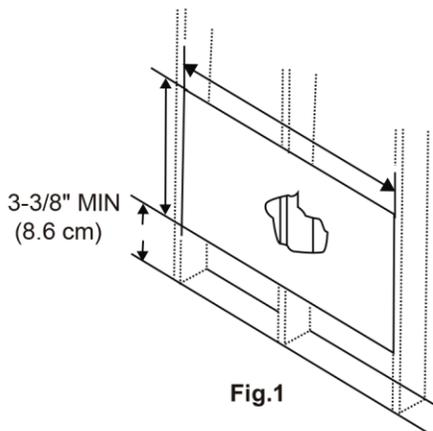

Fig.1
3. Mida entre los extremos internos de cada montante según se muestra en la Fig. 1.
Ver Fig. 1 y Fig. 2.